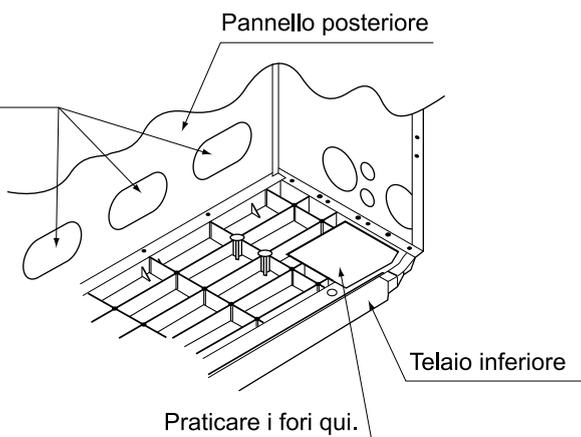

Fig. 14
1. Aprire i fori predisposti sul pannello posteriore. **(Fare riferimento alla Fig. 14)**
1. Praticare i fori nell'area indicata del telaio inferiore. **(Fare riferimento alla Fig. 14)**